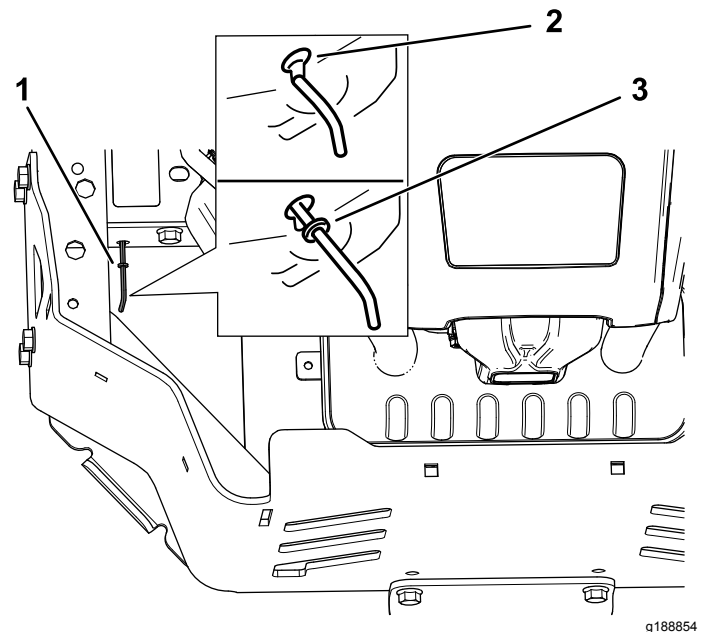

Figure 36
4. Déplacez les leviers de dérivation en avant à travers le trou de clavette et vers le bas pour les verrouiller en position (Figure 36).
Déplacez les leviers de dérivation en arrière à travers le trou de clavette et vers le bas pour les verrouiller en position, comme montré à la Figure 36.